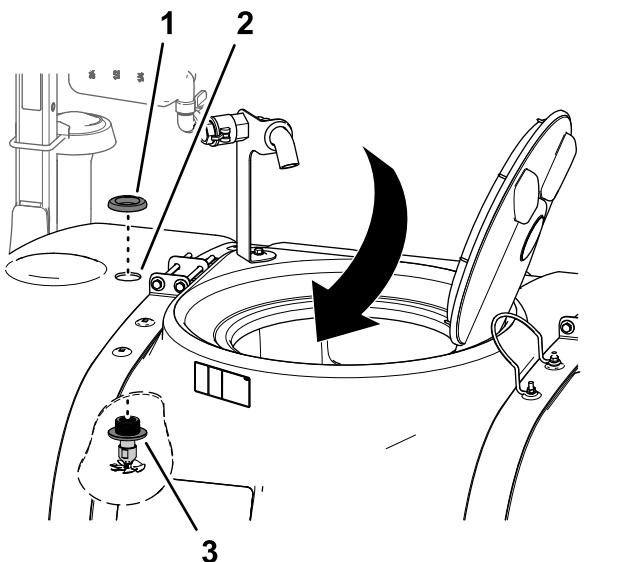

Figura 22
3. En el orificio de 4,5 cm delantero del depósito de fumigación, repita los pasos 1 a 2 con el otro conjunto de boquilla de enjuague (Figura 22).